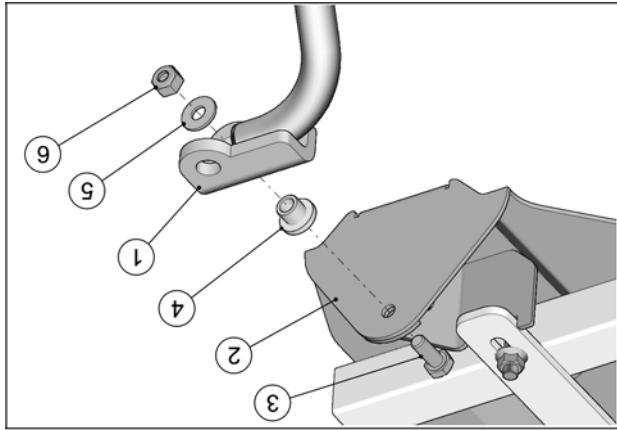

Fig. 10
9. Fixer le bras stabilisateur (1) au point d'ancrage de la plaque (2) au moyen du boulon (3), de l'espaceur (4), de la rondelle (5) et de l'écrou (6). Serrer à un couple de 50 N•m [37 lb•pi]. Voir Fig. 10